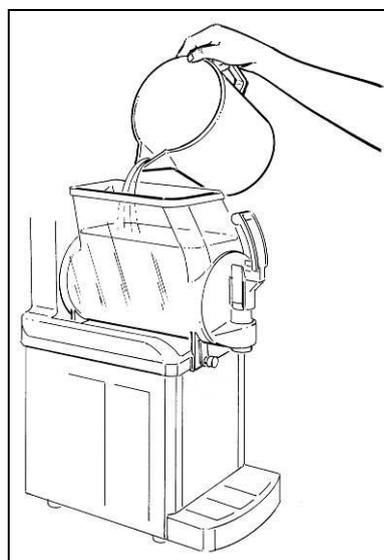

Fig. 24
- Verter el producto obtenido en la cuba (ver fig.24).